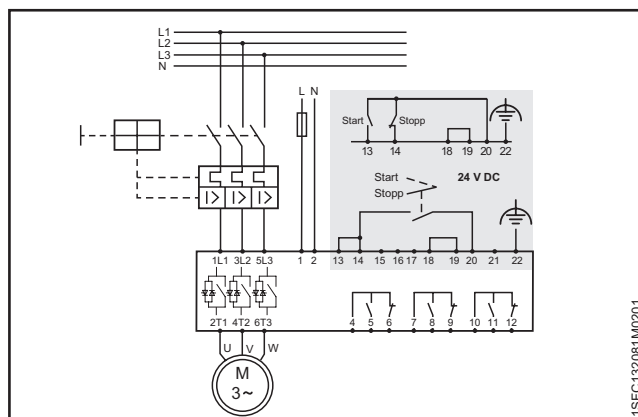

Abbildung 2.6
- Schließen Sie bei Verwendung der Signal- ausgangsrelais die Klemmen 4, 5, 6, 7, 8, 9, 10, 11 und 12 an. Es handelt sich um potentialfreie Anschlüsse für maximal 250 V AC, 1,5 A AC-15 und 30 V DC, 5 A DC-12. Siehe **Abbildung 2.6.**